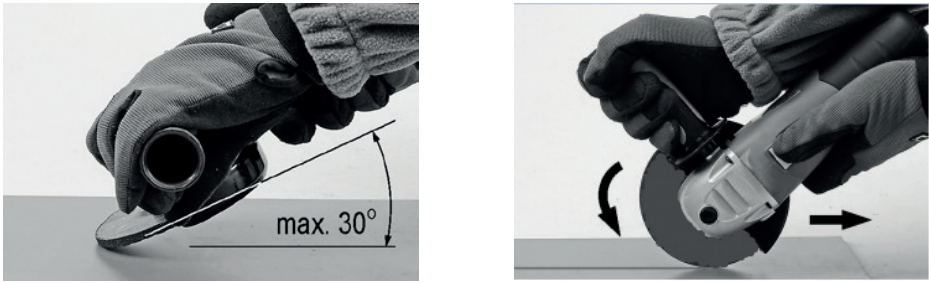

Рисунок 1 (А, Б)
- При шлифовании боковой поверхностью, шлифовальную машину необходимо удерживать под углом не больше 30 градусов к обрабатываемой поверхности (рисунок 1 А).
- Во время резки шлифовальную машину следует вести в направлении вращения круга (рисунок 1 Б).